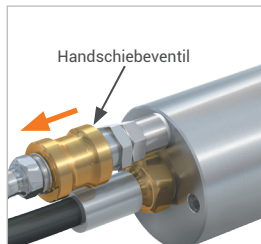

Abbildung 6
- Schieben Sie die Schiebehülse des Handschiebeventils (Pos. 6) zurück (Abbildung 6). Der anliegende Steuerdruck wird entlüftet. Die Frontdichtungen (Pos. 7) werden entspannt, die Verbindung zum Prüfling wird gelöst und der Adapter kann gerade nach hinten abgenommen werden.